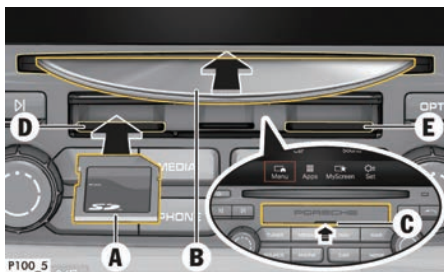

图 29: 装载 CD/DVD 或 SD 卡
2. 将 SD 卡 A (图 29) 推入 SD 读卡器 1 (参见 D) 或 2 (参见 E) 中并且标签朝上, 直至其锁止入位。